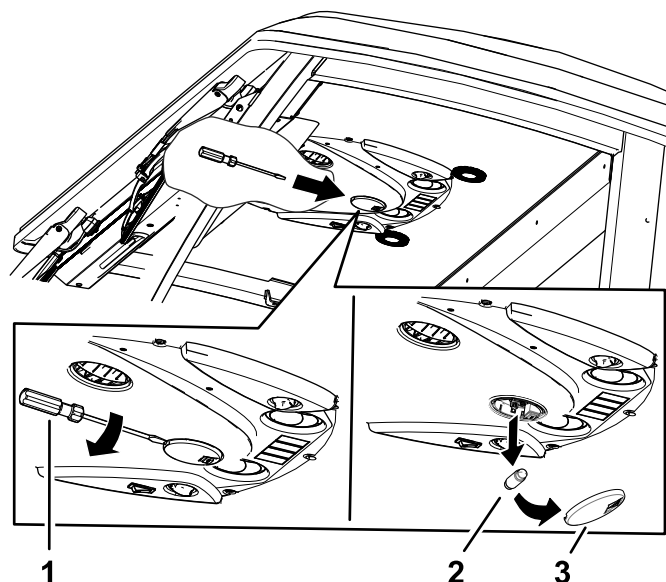

Figure 90
- Avec un tournevis, enlevez le verre du panneau de commande (Figure 90).
- Retirez l'ampoule du culot (Figure 90).